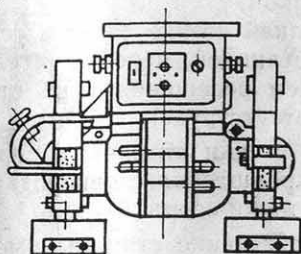

Рис. 2. Станок модели ЗБ631А
1.1.3. Станок может быть изготовлен в настольном исполнении — мод. ЗБ631А (рис. 2.)